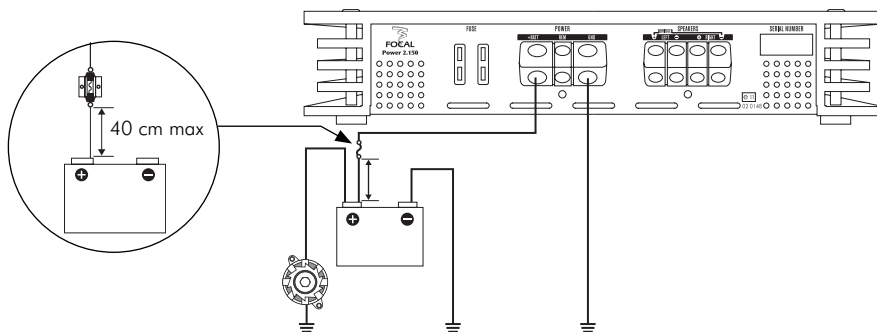

fig. 7
- 9 - Toujours protéger la batterie et le circuit électrique de dommages potentiels à l'aide de fusibles. Installer un porte-fusible et un fusible appropriés sur le câble d'alimentation 12 V positif (+) à moins de 40 cm de la borne de la batterie. Idéalement, cette distance doit être la plus courte possible (fig. 7).
3.7.1 - La phase d’installation du porte-fusible dédié à sécuriser l’installation peut maintenant débuter. Le porte-fusible doit être relié de part et d’autre du câble d’alimentation positif (+). Il doit être situé proche de la batterie {10 à 40 cm (fig. 7)}. Démontez le porte-fusible en prenant soin d’ôter le fusible. Fixer le socle du porte-fusible. Couper le câble d’alimentation rouge entre 10 et 40 cm (maximum) de la batterie (fig. 7). Garder la chute de câble qui servira pour relier l’autre extrémité du porte-fusible à la borne positive (+) de la batterie du véhicule. Dénuder 1 cm (fig. 3), puis étamer. Visser le câble dans le bornier du porte-fusible. Récupérer la chute de câble restante. Dénuder 1 cm (fig. 3), puis étamer. Visser le câble dans l’autre bornier du porte-fusible.